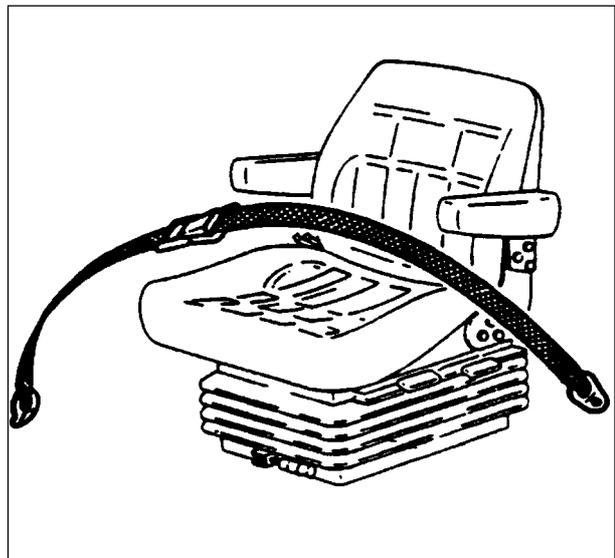

Abb. 2-2
- Wenn der Sicherheitsgurt montiert ist, muss er immer angelegt werden, nachdem er richtig eingestellt und gespannt worden ist, es sei denn, der Sicherheitsbügel ist gesenkt (Abb. 2-2).